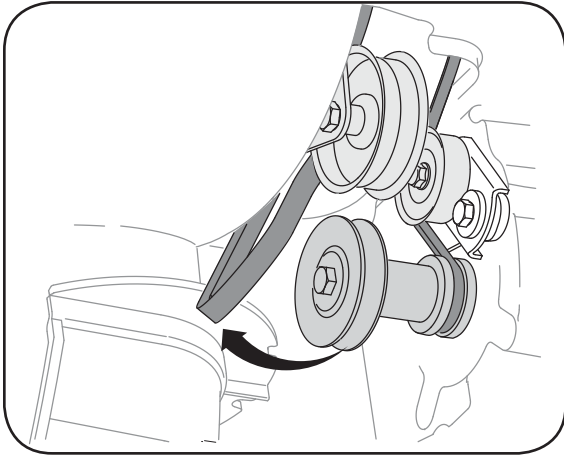

Figure 6-6
4. Dégagez la courroie de la tarière de la poulie motrice. See Figure 6-6.
4. a. Utilisez une clé pour pivoter la poulie de tension vers la droite. Voir la Figure 6-6.